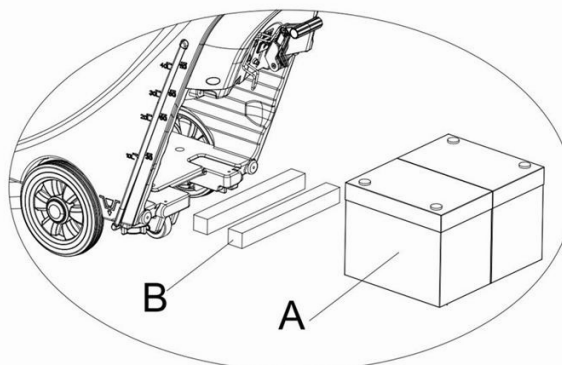

Рисунок 6
- Для батарей с длиной менее 270 мм, используйте 2 части фиксирующей платы (В, **рисунок 6**) и разместите их рядом друг с другом внутри батареи водного бака;
- Для батарей с длиной между 310мм-270мм, используйте 1 часть фиксирующей платы (В, **рисунок 6**) и поместите ее в батарею водного бака;